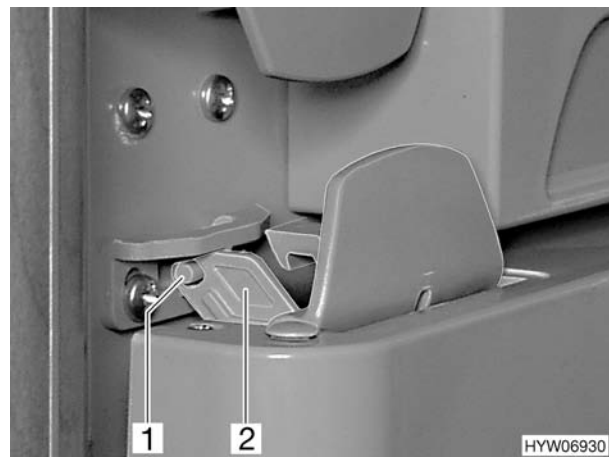

Bild 146 Kühlschranktür in Lüftungsstellung
- Verriegelung (Bild 146,2) aufklappen und in die Verriegelungsaufnahme (Bild 146,1) einrasten. Die Kühlschranktür bleibt damit leicht geöffnet.
- Verriegelung (Bild 146,2) aufklappen und am Stift (Bild 146,1) einrasten. Die Kühlschranktür bleibt damit leicht geöffnet.